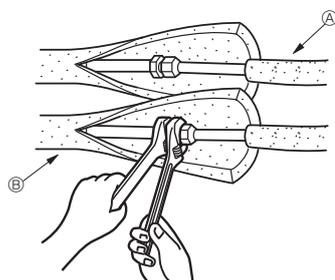

Fig. 4-3
4.4. Kølerørføringsarbejde (Fig. 4-3)